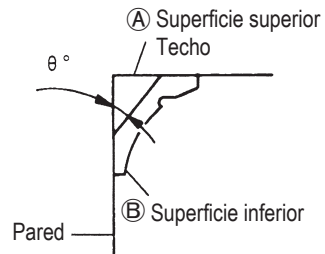
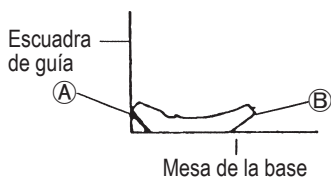
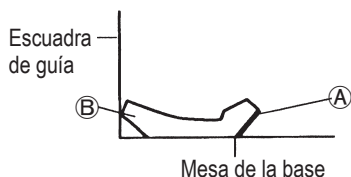

Fig. 33
Fig. 37
Fig. 38
La Fig. 33 muestra dos tipos de moldura en vértice comunes con ángulos de (θ) 38° y 45°.
- Coloque la moldura en el vértice de forma que la superficie superior (A de la Fig. 33) entre en contacto con la escuadra de guía como se indica en la Fig. 37.
- Coloque la moldura en el vértice de forma que la superficie inferior (B de la Fig. 33) entre en contacto con la escuadra de guía como se indica en la Fig. 38.
- Coloque la moldura en el vértice de forma que la superficie superior (B) de la Fig. 33) entre en contacto con la escuadra de guía como se indica en la Fig. 41.
- Coloque la moldura en el vértice de forma que la superficie inferior (A) de la Fig. 33) entre en contacto con la escuadra de guía como se indica en la Fig. 42.